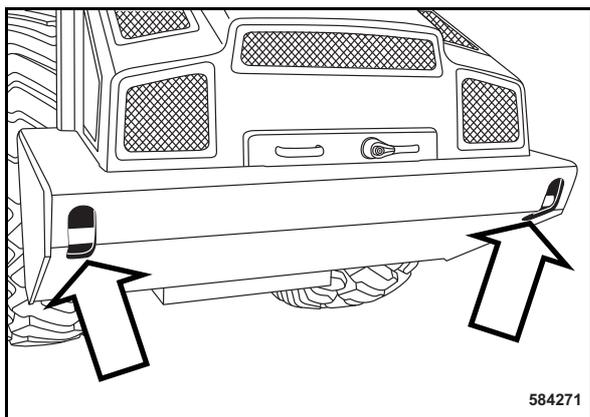

Рис. 110
- Надежно закрепить устройство для буксировки в местах прицепа (Рис. 110).